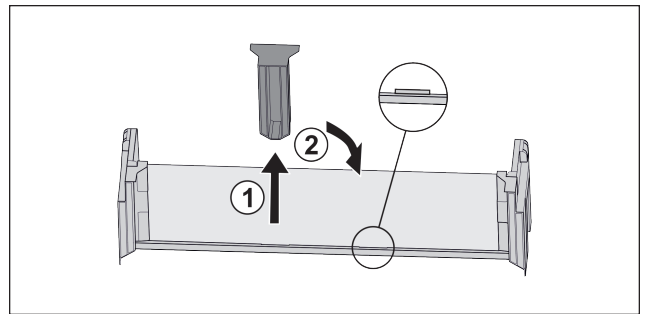

Fig. 54 *
- ▶ Estrarre l'elemento di supporto centrale Fig. 54 (1).*
- ▶ Inserire l'elemento di supporto centrale sulla seconda posizione Fig. 54 (2).*